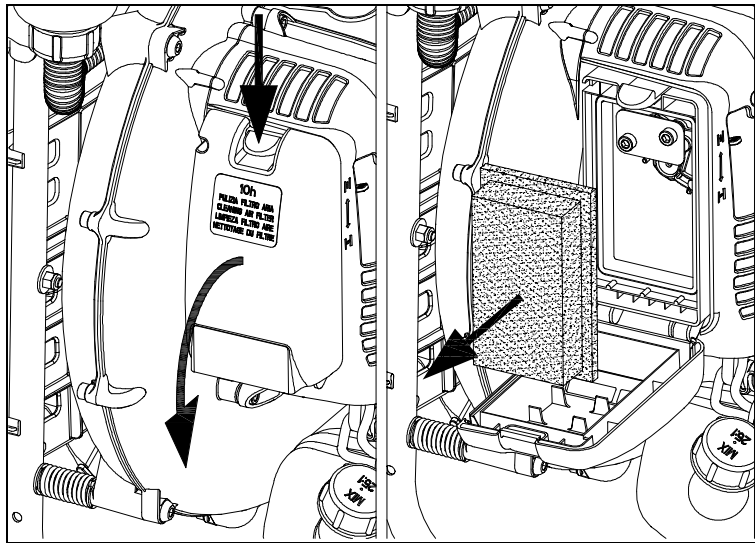

Рис.19. Воздушный фильтр
- Чтобы достать фильтр (рис.1, элемент 2) нажмите кнопку-фиксатор (рис.19), после чего потяните крышку по стрелке.